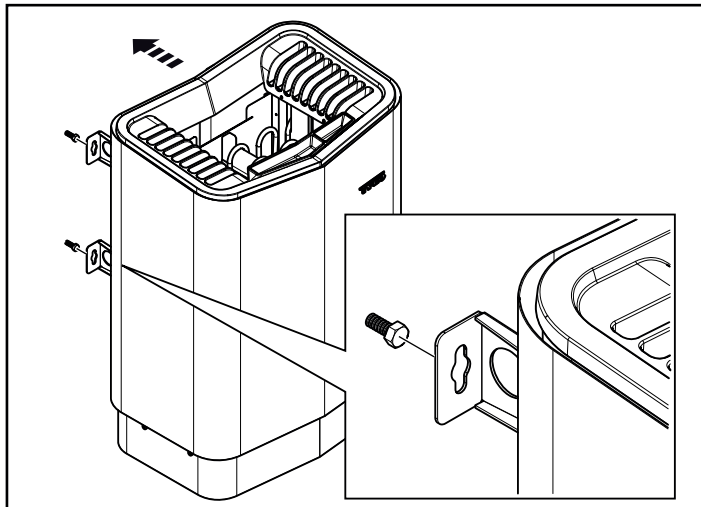

Abbildung 14: Hängen Sie die Heizung auf.
9. Hängen Sie die Heizung an den Schrauben auf (siehe Abb. 14).